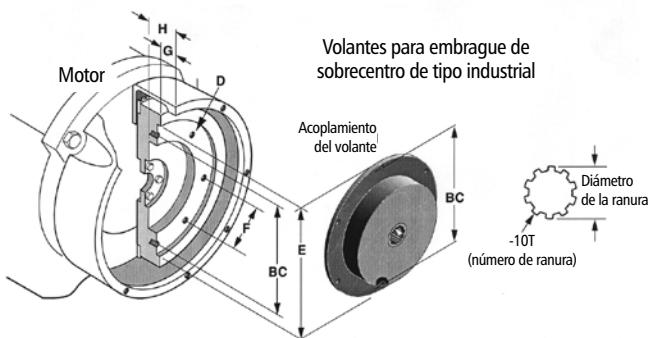

Figura 6
- La Figura 6 muestra la apariencia ahuecada de los volantes fabricados para ser utilizados en montajes de despegue propulsados con embragues de sobrecentro.